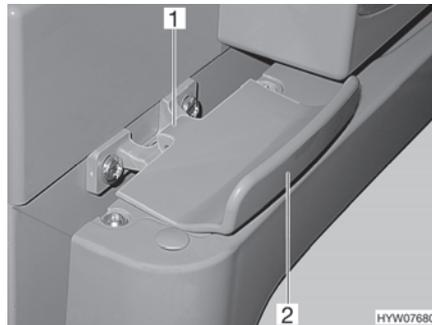

Bild 107 Verriegelung der Kühlschranktür, geschlossen (Thetford)
- Kühlschranktür am Griff (Bild 107,2) öffnen. Die Verriegelung (Bild 107,1) wird automatisch gelöst.